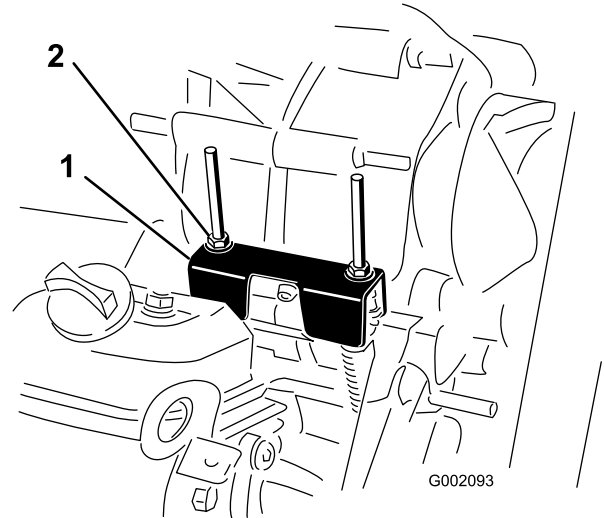

Рисунок 61
(на уровне кронштейна крепления троса, расположенного под кронштейном переключения передач), повернув ведомое сцепление (Рисунок 61).
- Поверните одну из контргайек (Рисунок 61), чтобы получить зазор от 0,762 до 1,52 мм между нижней частью гайки/шайбы и кронштейном нейтрали.
Прежде чем выполнять плановое техобслуживание и (или) диагностику двигателя, коробку передач необходимо переключить в положение НЕЙТРАЛЬ (Рисунок 61). У автомобиля есть положение НЕЙТРАЛЬ на рычаге переключения передач, которое включает нейтральное положение в трансмиссии. Выполните следующие действия, чтобы убедиться в правильной работе рычага переключения трансмиссии в нейтральном положении: